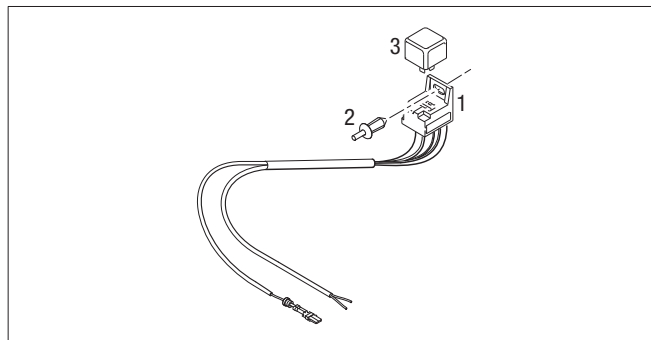

Bild 8
- Relaissockel Gebläse (1) an einer geeigneten, zugänglichen Stelle mit Kabelband oder Spreizniet (2) befestigen. Hierzu den Bolzen des Spreizniet 5,5 x 12 eindrücken, bis der Relaissockel fest sitzt, siehe Bild 8.
- Deckel (3) auf den Relaissockel setzen.